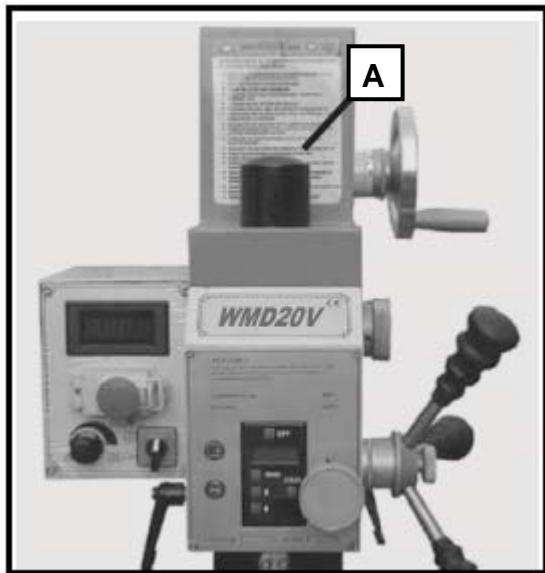

Рисунок 12.
- 9.2. Снимите крышку с штревеля на кожухе двигателя (Рисунок 12, А).